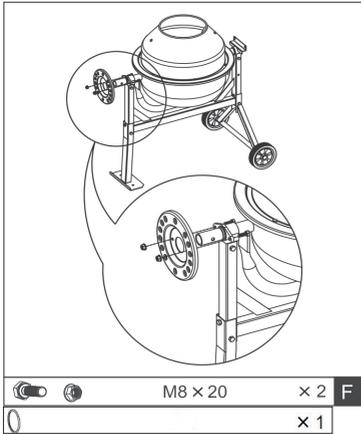

Fig.10
- Une bague spirale est pré-assemblée. Retirer la bague spirale de l'arbre. Glissez ensuite la plaque de verrouillage sur l'extrémité la plus longue de l'arbre. Le cadre de la plaque est orienté vers l'intérieur. Glisser la plaque par dessus l'arbre. Glisser la bague spirale sur l'arbre. Fixer la plaque de verrouillage avec deux vis M8x20 (F), Fig. 10.